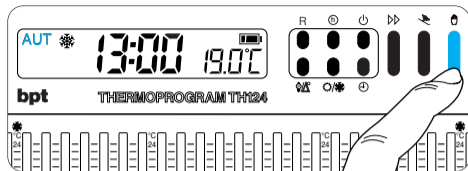

Fig. 29
**Nota.** Per ritornare in funzionamento AUTOMATICO prima dello scadere del tempo programmato premere il pulsante  (fig. 29).